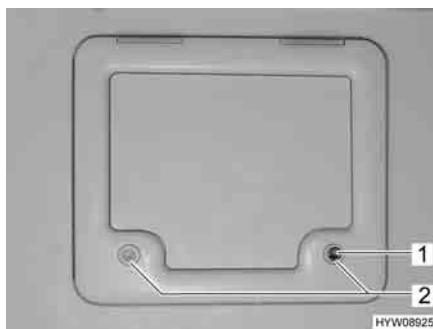

Fig. 30 Sportello per serbatoio fecale/gavone
- Inserire la chiave nel cilindro della serratura a pressione (Fig. 30,1) e ruotare di un quarto di giro.
- Premere contemporaneamente con i pollici entrambe le serrature a pressione (Fig. 30,2) e aprire lo sportello del serbatoio fecale.
- Inserire la chiave nel cilindro della serratura (Fig. 30,1) e ruotare di un quarto di giro.